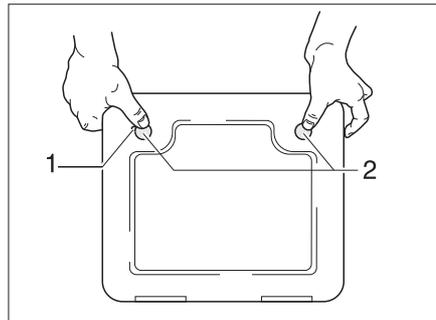

Bild 273 Klappe für die Toiletten-Kassette
- Die Klappe für die Kassette außen am Fahrzeug öffnen. Dazu den Schlüssel in den Schließzylinder des Druckschlösses (Bild 273,1) stecken und eine viertel Umdrehung drehen.
- Beide Druckschlösser (Bild 273,2) gleichzeitig mit dem Daumen drücken und die Klappe für die Kassette öffnen.